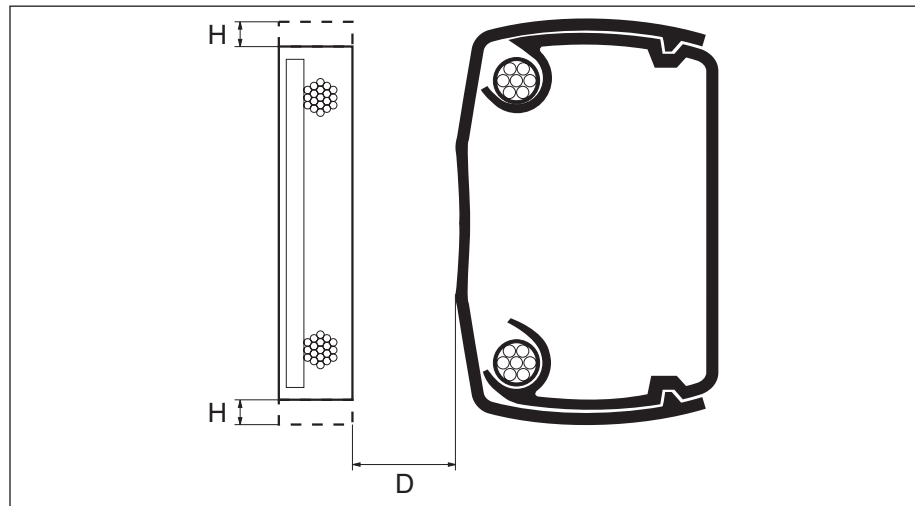
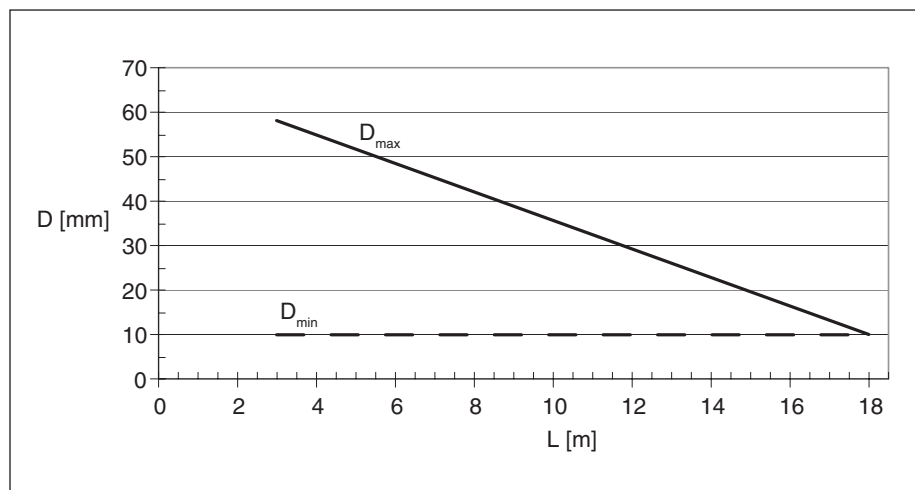

Fig. 6-3: Tolerancias en el momento de realizar el posicionamiento de las antenas
Fig. 6-4: Relación de la distancia de la antena D (consulte Fig. 6-3) con
- Distancia D entre las antenas (consulte la Fig 6-3 y la Fig. 6-4): mín. 10 mm
- Desplazamiento vertical H de las antenas (consulte la Fig. 6-3): máx 10 mm
D Distancia: mín. 10 mm, en función del ancho de apertura L (consulte la Fig. 6-4)